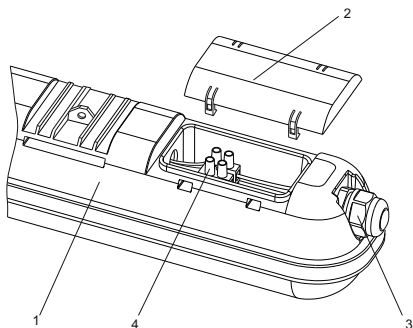

Рисунок 3
4.3 Подключение светильника (рисунок 3):